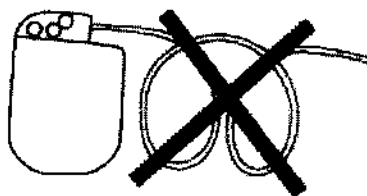

Figura 6
- No enrolle el cable. Al enrollarlo, puede torcerse el cuerpo del cable y éste puede desplazarse (Figura 6).